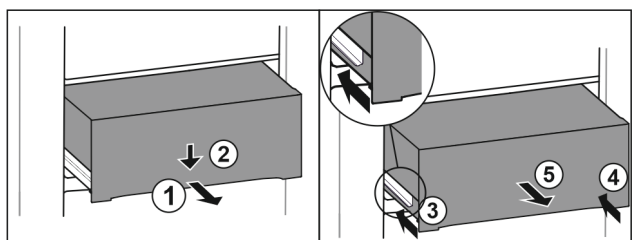

Fig. 168
- ▶ Izvelciet atvilktni līdz pusei. Fig. 168 (1)
- ▶ Spiediet atvilktni priekšpusē uz leju. Fig. 168 (2)
- ▶ Iebīdiet kreiso sliedi par aptuveni 2 cm. Fig. 168 (3)
- ▶ Iebīdiet labo sliedi par aptuveni 2 cm. Fig. 168 (4)
- ▶ Izņemiet atvilktni virzienā uz priekšu. Fig. 168 (5)